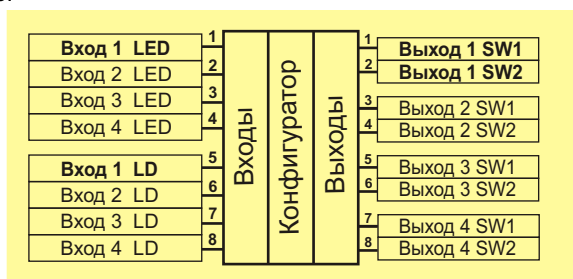

Рис. 99. Блок "Панель управления", тип "OFF\_ON"
9.4.19 Блок **Панель управления**, в зависимости от типа, может быть 4-х элементным (4 типа) или одноэлементным (1 тип). Схематическое изображение архитектуры разных типов блока смотрите на Рис. 99, 101, 103, 105.
Тип **"OFF\_ON"**, является 4-х элементным. Каждый из элементов состоит из 2-х входов и 2-х выходов. На Рис. 99 входы и выходы 1-го элемента выделены жирным шрифтом. Вход **LED** - индикатор (табло), к нему подключается выход из любой точки схемы, значение которого необходимо вывести на индикатор блока "Панель управления" в меню "Процесс" (Рис. 100). Вход **LD** - светодиод, к нему подключается выход, работу которого необходимо контролировать на панели блока "Панель управления, в виде включения/выключения светодиода (Рис. 100).